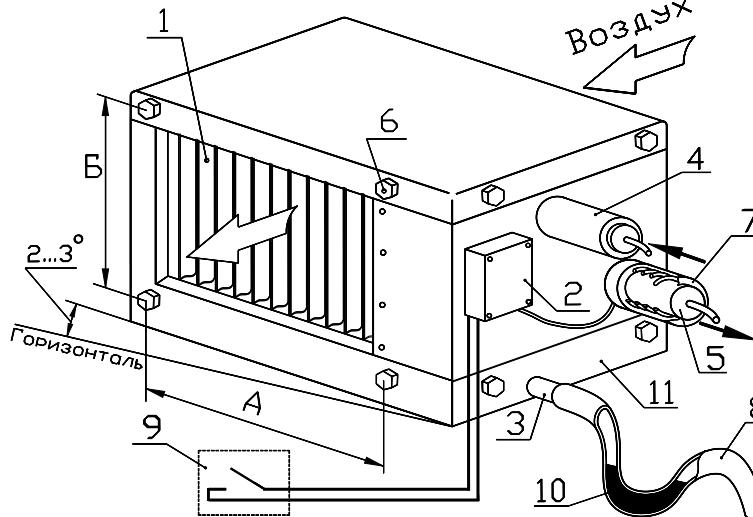

Рисунок 4.4
- **техническое обслуживание №1 (ТО-1):** проводится ежемесячно. Производится контроль работоспособности дренажной системы и в случае необходимости снятие и чистка поддона (Рис.4.4, поз.11) и его дренажной системы (поз.8).
4.4. Устанавливать воздухоохладители в канал вентиляции необходимо с небольшим наклоном (2 – 3°) к горизонтали в сторону сливного патрубка, для свободного слива конденсата из поддона (рис.4.4, поз.3) – см. рисунок. Воздушный поток сначала проходил через фреоновый охладитель, а затем через каплеуловитель.
4.5. Монтаж корпуса воздухоохладителя в системе вентиляции осуществляется путем крепления его к ответным фланцам воздуховодов или других агрегатов вентиляционной системы. при помощи болтов (рис.4.4, поз.6), предварительно вывернутых из корпуса воздухоохладителя (усиление затяжки 1,2–1,8 кгс/м). При этом необходимо обязательно герметизировать стыки соединения. Обеспечение токопроводимости рекомендуется осуществлять при помощи медного провода или плотной затяжкой болтов с обязательным стопорением гаек при помощи пружинных шайб (гроверов).
Медную трубку термостата необходимо плотно (без перегибов) намотать на выходную (газовую) трубку испарителя и закрыть её теплоизоляцией (поз.7) - см. рисунок 4.4.
4.12. На патрубок (рис.4.4., поз.3) надевается шланг (поз.8) (внутренний Ø20мм) отвода конденсата (дренажа) из поддона (поз.11) образующегося при работе. Уклон шланга при прокладке должен быть не менее 1-2% (без подъемов и провисаний).